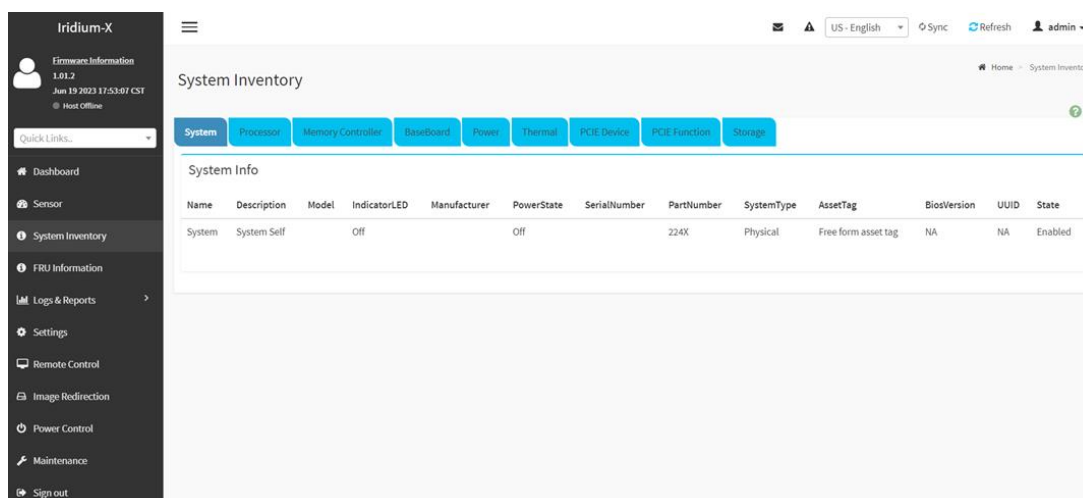

Рисунок 36 - Раздел «*System Inventory*»
2) Раздел «*System Inventory*» позволяет получить информацию об отдельных компонентах сервера, их взаимосвязях и состоянии (см. Рисунок 36).